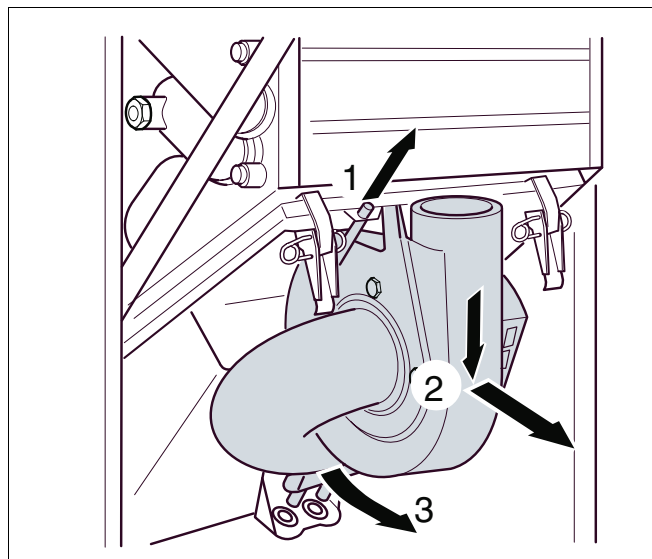

Fig. 37 Estrazione del ventilatore
- Spostare il ventilatore verso l'alto (fig. 37, pos. 1).
- Orientare il ventilatore dal lato anteriore (fig. 37, pos. 3) ed estrarlo anteriormente verso il basso (fig. 37, pos. 2).